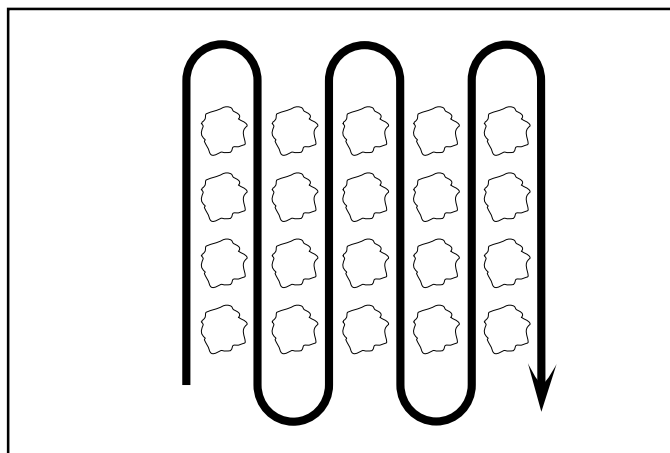

FIG. 16
- Binez les lignes de long en large à une vitesse qui permette les dents de déraciner les mauvaises herbes et de laisser le sol à l'état brut pour faire en sorte que les mauvaises herbes et le gazon n'y poussent plus (Voyez la Fig. 16).